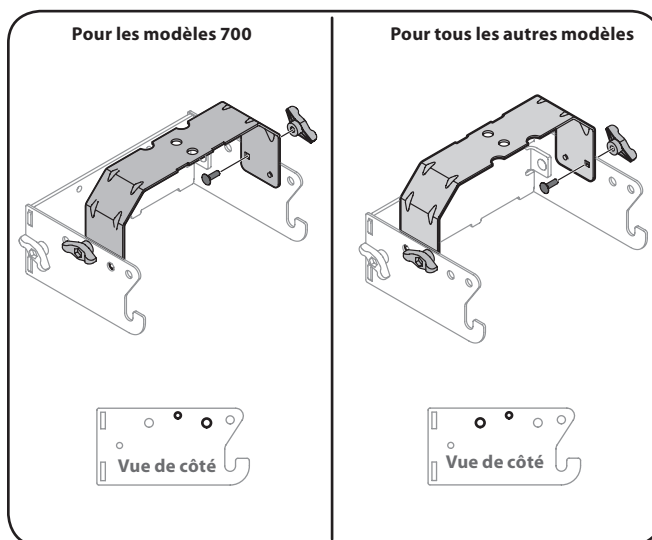

Figure 4-4
2. Renversez l'assemblage et montez le support de fixation d'attelage comme illustré à la Figure 4-4.
Remarque: Les trous les plus proches des crochets de support doivent être utilisés pour toutes les modèles de machine de la série 700, alors que les deux trous les plus proches du bâti sont pour tous autres modèles. Le support de fixation d'attelage devra être renversé pour permettre l'alignement des trous appropriés selon le modèle de la machine sur lequel ce dispositif d'ensachage doit être installé. Consultez la Figure 4-4.